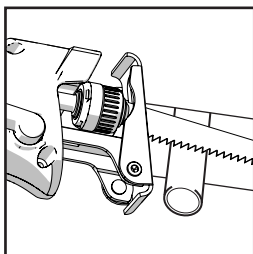

Fig. 11
- Corte la pieza de trabajo lentamente, permitiendo que la hoja flexible se curve según sea necesario. (**Fig. 11**).